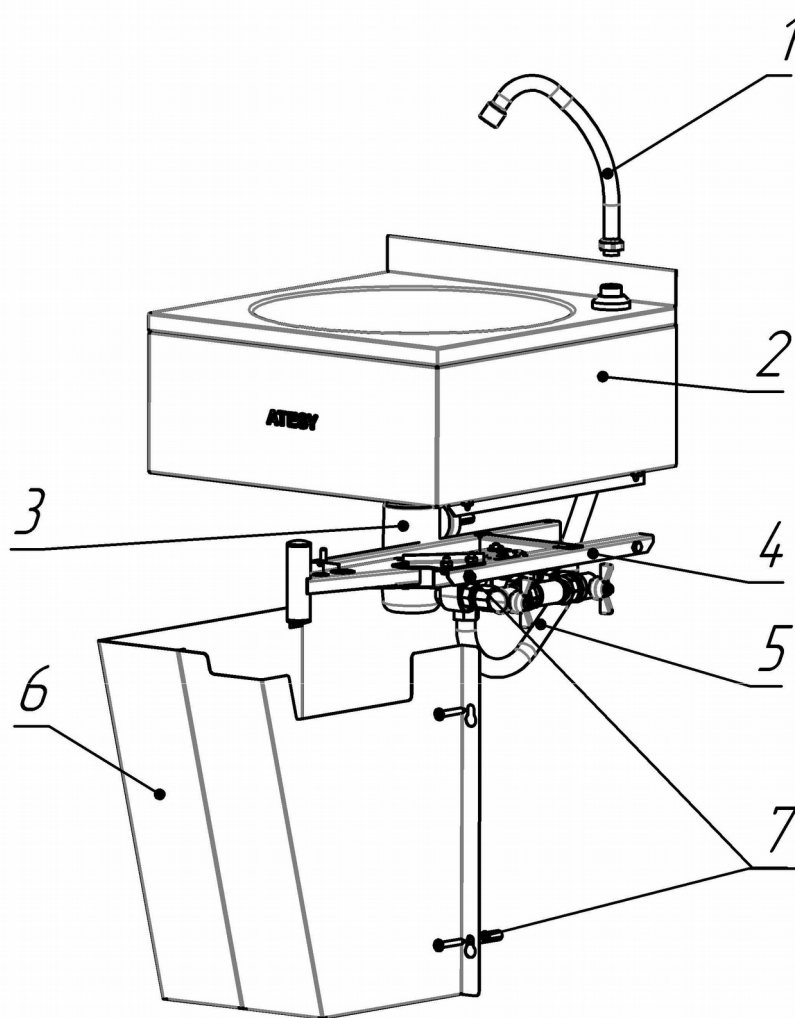

Рис.1
3.7. Регулятор подачи воды 4 установить в нижнюю часть корпуса мойки 2, как показано на Рис.1. Закрепить с помощью болтовых соединений, входящих в комплект крепежа 7. Присоединить к регулятору свободный конец гибкой подводки 5.
3.8. Закрепить кожух 6 на стене под ручкой, как показано на Рис.1.